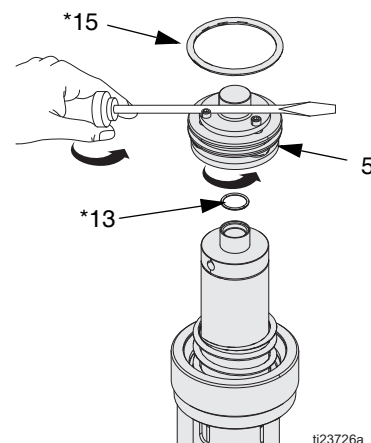

FIG. 12 Valvola pneumatica della serie B
3. *Serie B (e motori pneumatici successivi):* Svitare la valvola pneumatica (5). Se necessario per facilitare la rotazione, infilare un cacciavite tra le teste delle viti e il cappuccio esagonale della valvola pneumatica (5). Ispezionare gli anelli di tenuta (13* e 15*) per rilevare l'eventuale presenza di danni e sostituire se necessario. Assicurarsi che l'anello di tenuta (13*) sia posizionato correttamente e non schiacciato. Vedere FIG. 12.
NOTA: Vedere Riparazione del motore pneumatico, il passo 3 e il passo 4 (Fig. 12) per avvertenze speciali sul rimontaggio.